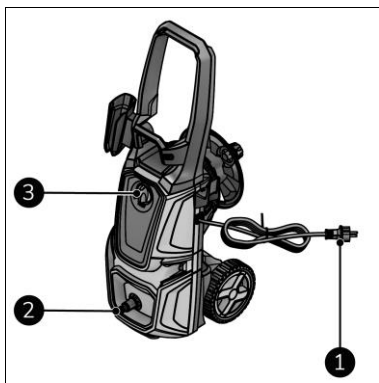

Figure 11
2. Assurez-vous que le commutateur MARCHÉ(I) / ARRÊT(0) (figure 11, pos. 3) est en position ARRÊT(0).
4. Raccordez l'alimentation en eau à l'appareil (figure 11, pos. 2).